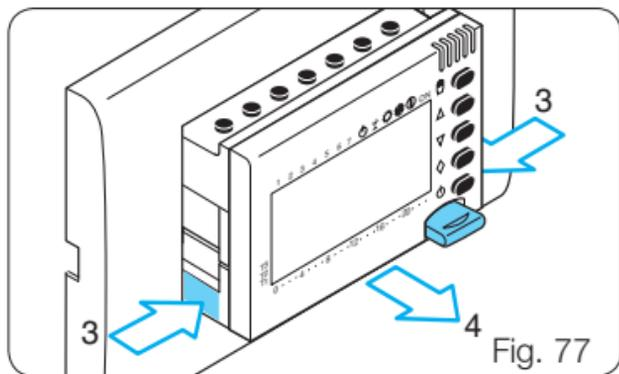

Fig. 77
16.1 - Estrarre la linguetta L e il corpo dell'apparecchio dal telaio sfilandolo fino all'arresto (fig. 76), e quindi, premendo sulle due alette laterali, estrarlo completamente (fig. 77).